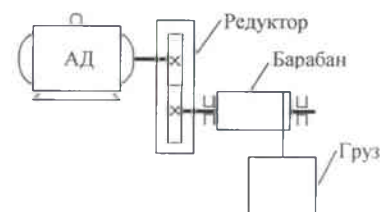

Рис.1
1.1. Для главного привода подъемного механизма, выполненного по кинематической схеме, приведенной на рис.1, в соответствии с индивидуальным заданием выбрать асинхронный электродвигатель (АД) с фазным ротором. Режим работы электропривода – повторно-